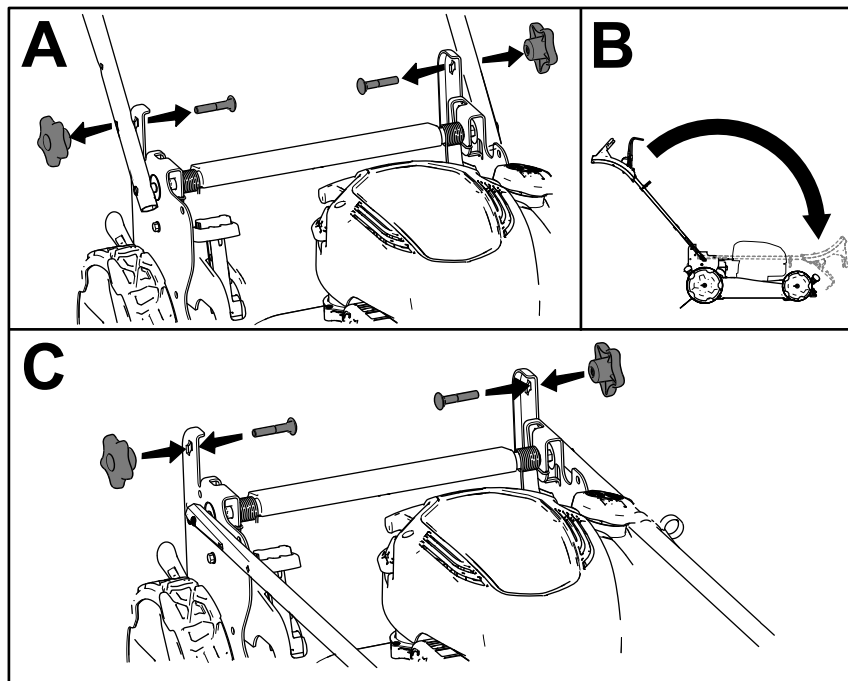

Figura 24
1. Îndepărtați și păstrați cele 2 butoane ale mânerului și 2 uruburi de fixare din suporturile mânerului (A din Figura 24).
2. Pliați mânerul prin rotirea acestuia în față (B din Figura 24).
3. Strângeți ușor butoanele de mâner și uruburile de fixare pe suporturile mânerului (C din Figura 24).